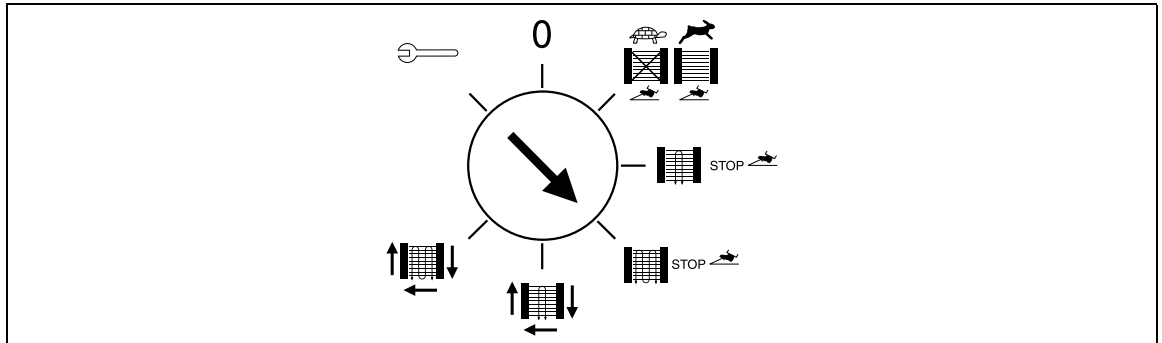

Abb. 7-17 Stellung Programmwahlschalter
- Der Programmwahlschalter befindet sich in Stellung „Arbeitsmodus“ (Abb. 7-17).